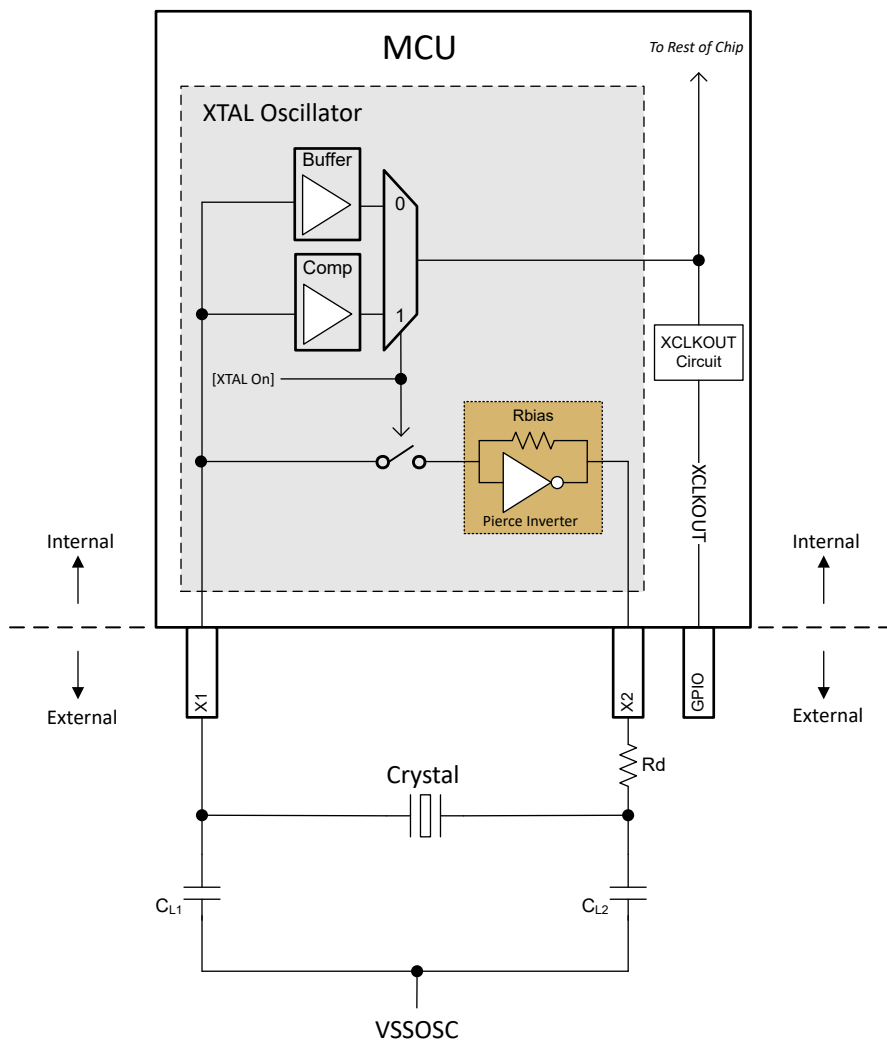

图 7-12. 电子振荡器方框图
该器件中的电子振荡器是皮尔斯振荡器。它是一个正反馈逆变器电路，需要一个调优电路才能振荡。当这个振荡器与一个兼容的晶体配对时，会形成振荡电路。该振荡电路在晶体的基频处振荡。在该器件上，由于分流电容器 (C0) 和所需的负载电容器 (CL)，振荡器被设计成在并联谐振模式下运行。图 7-12 所示为电子振荡器和振荡电路的元件。
根据图 7-12，CL1 和 CL2 是串联的；因此，要找到晶体看到的等效总电容，必须应用电容串联公式：如果 CL1 = CL2，只需计算 [CL1]/2 即可。